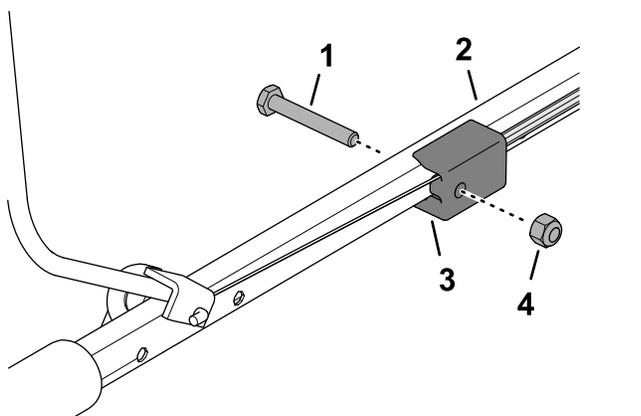

図 13
4. ベイルの片方の端をハンドルバーに入れ、もう一方の端をすこし押し縮めるようにしてハンドルバーに元通りに取り付ける 図 13。